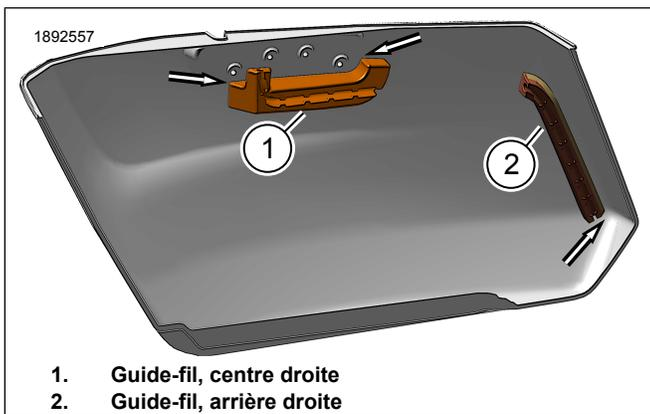

Figure 5. Itinéraire interne du faisceau de câbles
- a. Figure 5 Installez le guide-fil central droit (1) sur le fond de la sacoche en l'alignant avec les éléments proches du support de charnière.
- b. Installez le guide-câble arrière droit (2) sur la paroi extérieure inférieure de la sacoche, juste en avant de la paroi arrière, comme illustré.